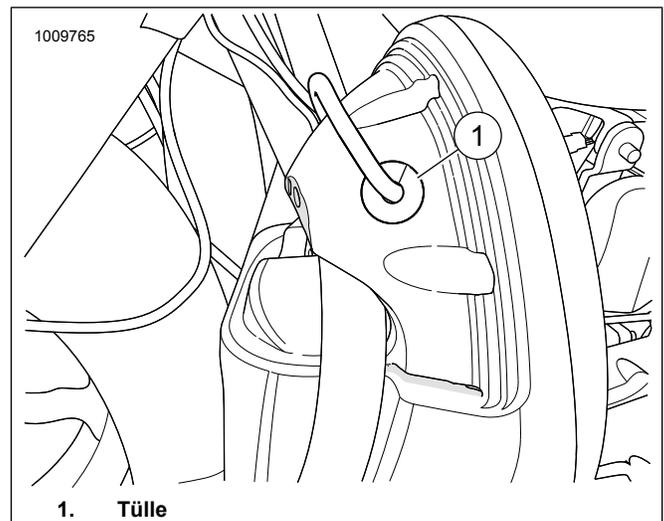

Abbildung 16. Untere Verkleidung dargestellt
13. Siehe Abbildung 16. Die Lautsprecherkabeltülle (1) von der unteren Verkleidung entfernen.